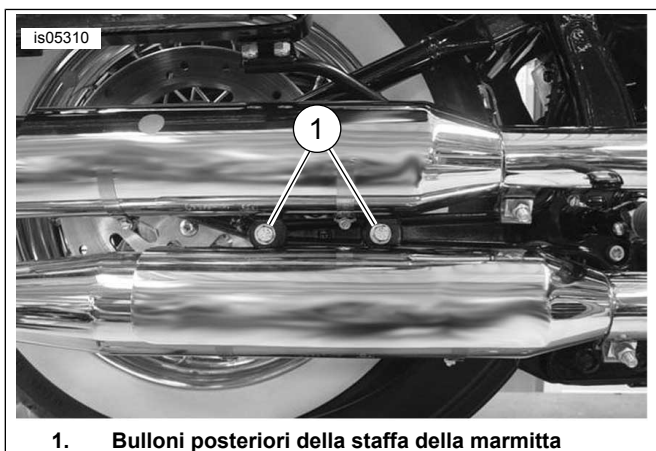
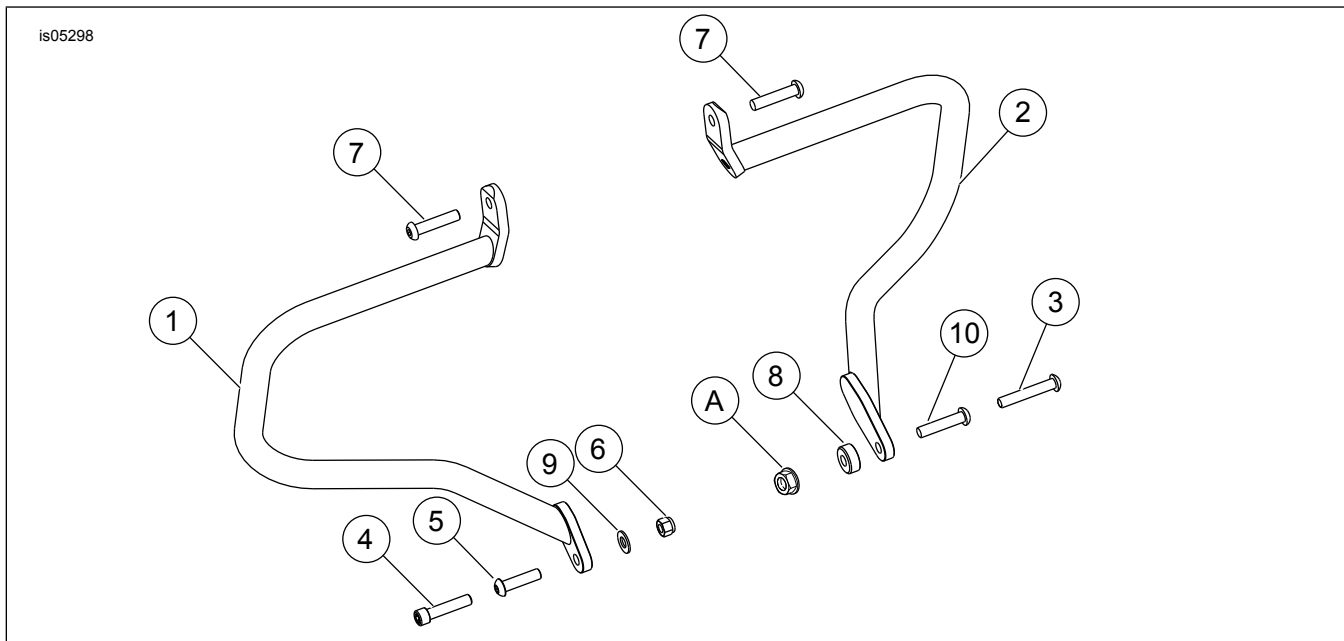

Figura 4. Bulloni posteriori della staffa della marmitta (mostrati i modelli 2005)
Figura 7. Parti di ricambio: Kit protezione borse portapacchi
Vedere Figura 7 e Tabella 1.
4. Vedere Figura 4. Rimuovere i due bulloni posteriori della staffa della marmitta (1).
1. Vedere Figura 7. Installare la vite superiore (7) nel sostegno del parafango. Serrare la vite a mano.
2. Installare la vite inferiore (4 o 5) con la protezione della borsa portapacchi, la rondella (9) e il dado bloccante (6) all'interno del telaio. Serrare la vite a mano.
- b. Vedere Figura 4. Installare in modo lasco due bulloni posteriori della staffa della marmitta (1).
2. Vedere Figura 7. **Per i modelli 2005-2006:** Inserire la vite inferiore (3) attraverso la protezione della borsa portapacchi, il distanziale della protezione della borsa portapacchi (8), il sostegno della pedalina poggiaiedi e il telaio. Serrare ad una coppia di 41 N·m (30 ft-lbs). **Per i modelli 2007 ed anni successivi:** Installare la vite inferiore (10) attraverso la protezione della borsa portapacchi, il sostegno della pedalina poggiaiedi e il telaio. Serrare ad una coppia di 41 N·m (30 ft-lbs).